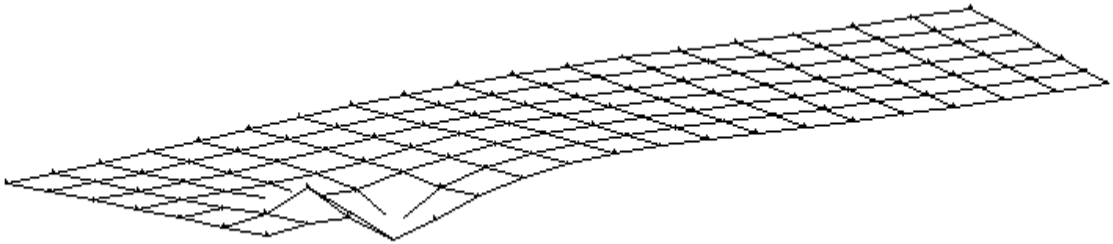

Fig. 33
- pe ecran este afișată structura în poziție deformată (fig. 33)